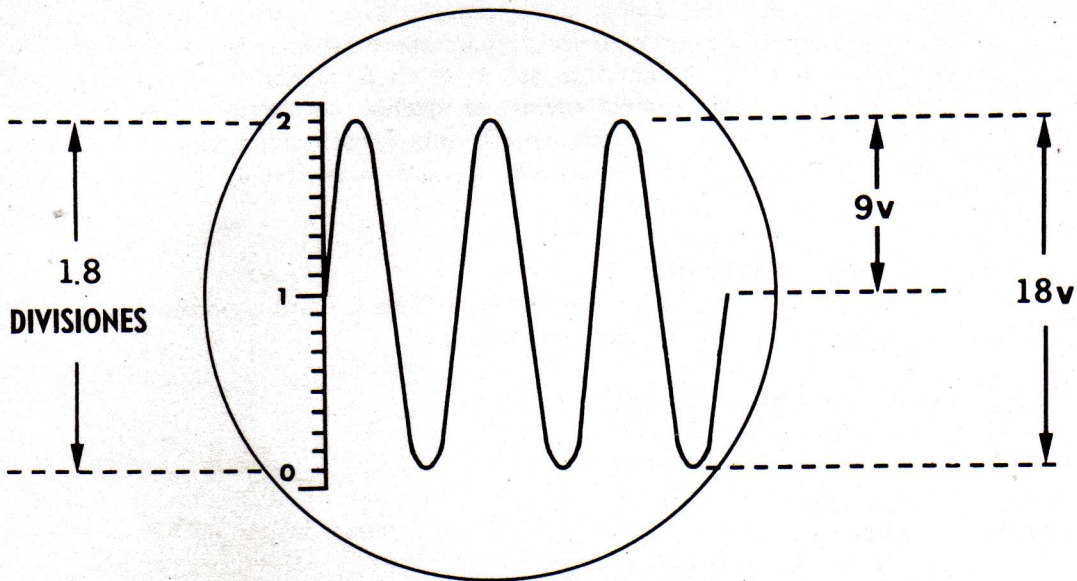

Fig. 25-1
3. Si el osciloscopio tiene calibración interna, estudie el manual para hacer los ajustes apropiados. El osciloscopio se puede calibrar con una tensión conocida de entrada como la usada en el experimento 2. Con los 6.3 Vca aplicados al osciloscopio, ajuste el control de "GANANCIA VERTICAL" hasta que la onda se extienda un cierto número de divisiones en la cuadrícula de la pantalla (gratícula). Por ejemplo, a 4 volts por centímetro en la escala gratícula, 1.8 divisiones es igual a 7.2 volts. Vea la Fig. 25-1.